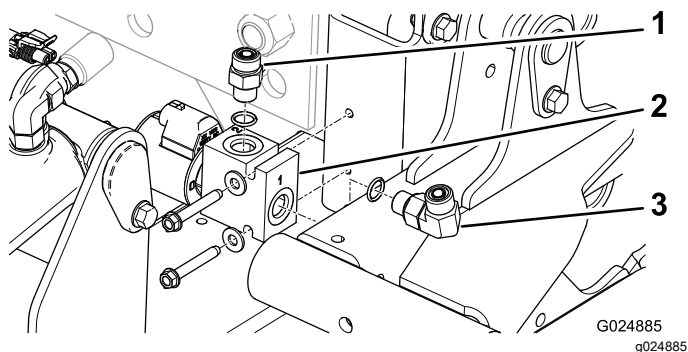

Figure 2
3. Fixez le collecteur de verrou de plateau droit au tube de cadre avec 2 vis autotaraudeuses (1/4" x 1 3/4") Positionnez le collecteur comme montré à la Figure 2.
4. Posez le raccord hydraulique droit au sommet du collecteur (Figure 2).
5. Posez le raccord hydraulique à 90 degrés au bout du collecteur (Figure 2).